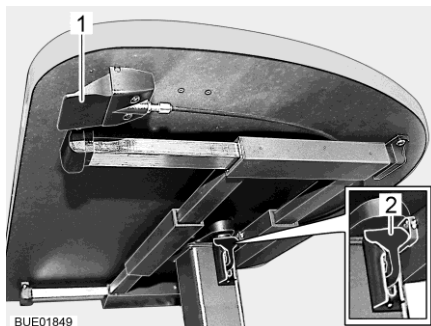

Fig. 57 Tavolo rialzabile con tasto di sblocco
- Tirare o spingere la leva di serraggio (Fig. 57,2) verso il basso.
- Premere verso l'alto la leva di serraggio (Fig. 57,2).
- Premere e tenere premuto il tasto di sblocco (Fig. 57,1). Il piano del tavolo va automaticamente verso l'alto fino al fine corsa.
- Rilasciare il tasto di sblocco (Fig. 57,1). Il piano del tavolo rimane nella posizione selezionata.
- Premere e tenere premuto il tasto di sblocco (Fig. 57,1).
- Rilasciare il tasto di sblocco (Fig. 57,1). Il piano del tavolo rimane nella posizione più bassa.